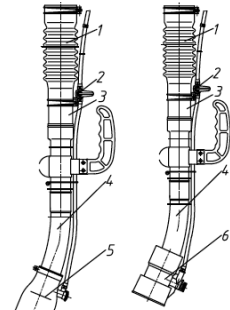

Figura 4.
C. Ligue o tudo de pulverização à máquina conforme figura 4.